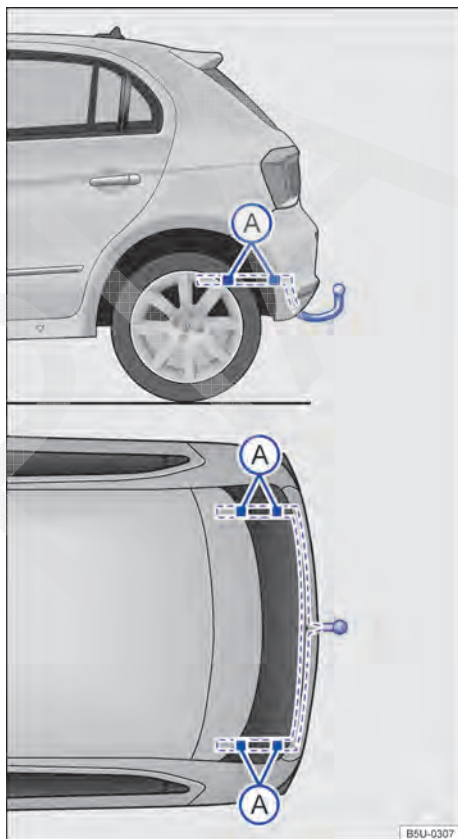

Fig. 76 Pontos de fixação para instalar um dispositivo de reboque posteriormente.
A figura → Fig. 76 ilustra, como exemplo, o ponto de fixação para instalar um dispositivo de reboque do modelo Novo Gol 4 portas. O modelo Novo Gol 2 portas segue o mesmo conceito.
A montagem posterior de um dispositivo de reboque deverá ser efetuada de acordo com as instruções do respectivo fabricante do engate, sempre respeitando os pontos de fixação indicados na → Fig. 76 (A).